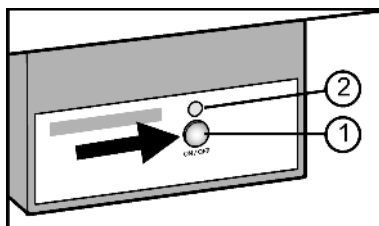

Fig. 16
- ▶ Нажмите и удерживайте кнопку On/Off Fig. 16 (1) так, чтобы светодиод Fig. 16 (2) загорелся.